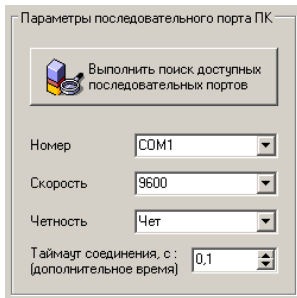

Рисунок 4
7.4 В разделе «Параметры последовательного порта ПК» (рисунок 4) нужно выбрать параметры связи. Кнопка «Выполнить поиск доступных последовательных портов» выполнит поиск всех доступных последовательных портов на ПК и отобразит в выпадающем списке в строке «Номер».